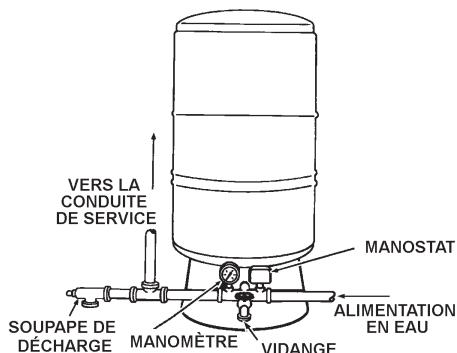

FIGURE 1.
- Placer le nouveau réservoir sur une surface plane, solide et bien drainée. Deux installations types sont illustrées aux figures 1 et 2.